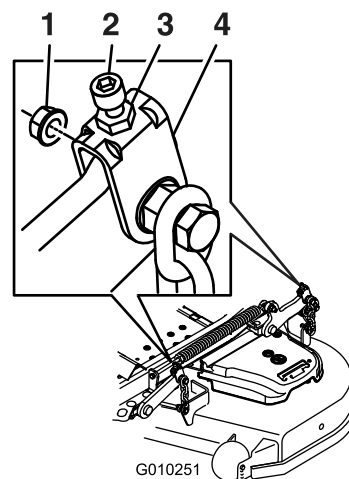
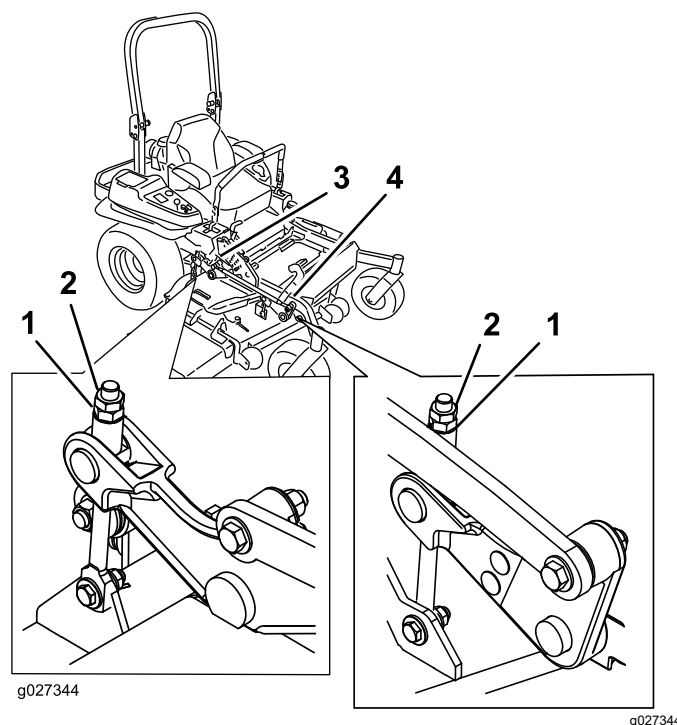

Figure 116
Figure 117
10. Ajustez précisément le serrage de l'écrou de réglage sur l'ensemble de levage du tablier avant (Figure 116 ou Figure 117).
16. Ajustez précisément la vis de réglage en la tournant jusqu'à obtention d'une hauteur de 8,3 mm (3¼ po) (Figure 117).